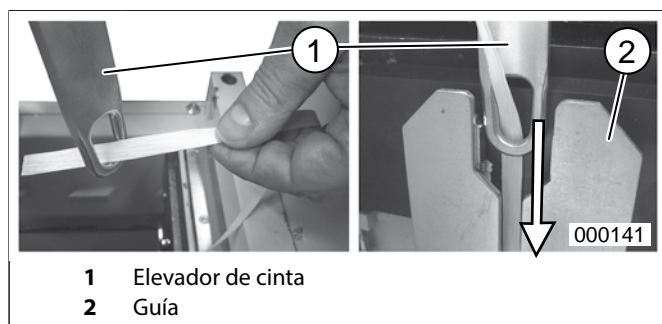

fig.21 Elevador de cinta
2. Abrir la chapaleta de carga y extraer ambos elevadores de cinta (fig. 21/1).
6. Soltar la cuerda de tracción del extremo de la cinta, como indicado en la figura, pasarlo por el elevador de cinta (fig. 21/1) y colocar de nuevo en el punzón de prensado (fig. 21/2) el elevador de cinta con la cinta introducida.